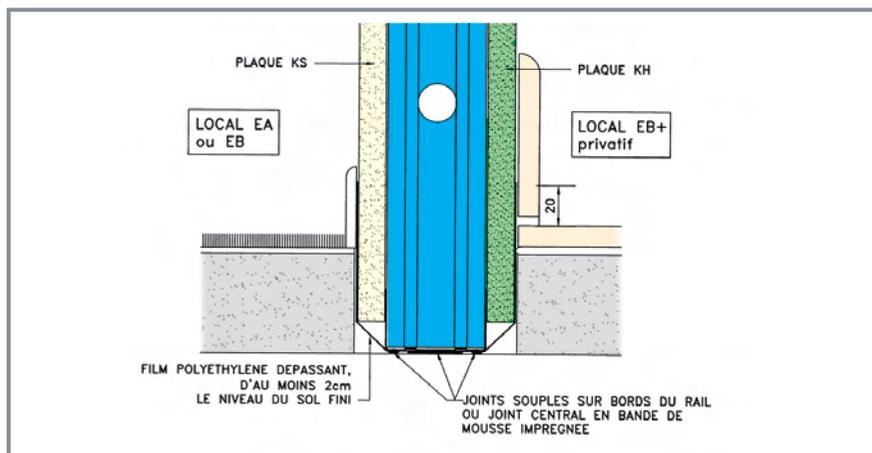

Fig. 26
- Cloison sur ossature métallique : dans tous les cas, sur sol brut ou sur sol fini, 2 cordons de joints latéraux ou un joint central en bande de mousse imprégnée doivent être incorporés entre le rail et le sol. Un film polyéthylène dépassant d'au moins 2 cm le sol fini après relevé dans le cas de pose sur sol brut assurera une protection complémentaire (figure 26.)